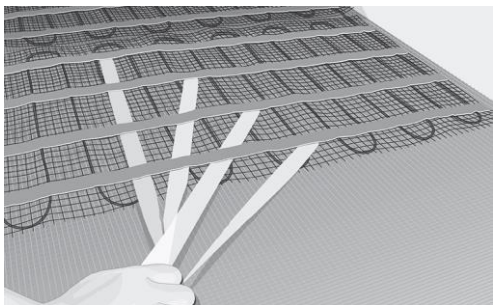

Fig. 8. Fjern bagsiden aftapen, og fastgør måttebanerne
12. Når måtten/måtterne er placeret i overensstemmelse med tegningen og godt tilpasset gulvfladen, skal måttebanerne fastgøres til gulvet ved at fjerne bagsiden af den dobbeltklæbende tape og trykke tapeen ned mod gulvet. Fortsæt indtil hele måtten er fastgjort (fig. 8).